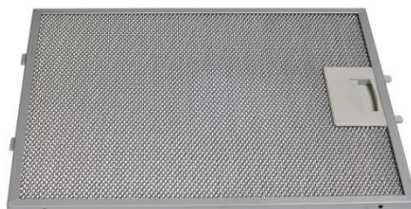

Рис. 2
2. Снимите алюминиевый жирулавливающий фильтр (рис. 2).
7. Установите жироулавливающий фильтр (рис. 2).